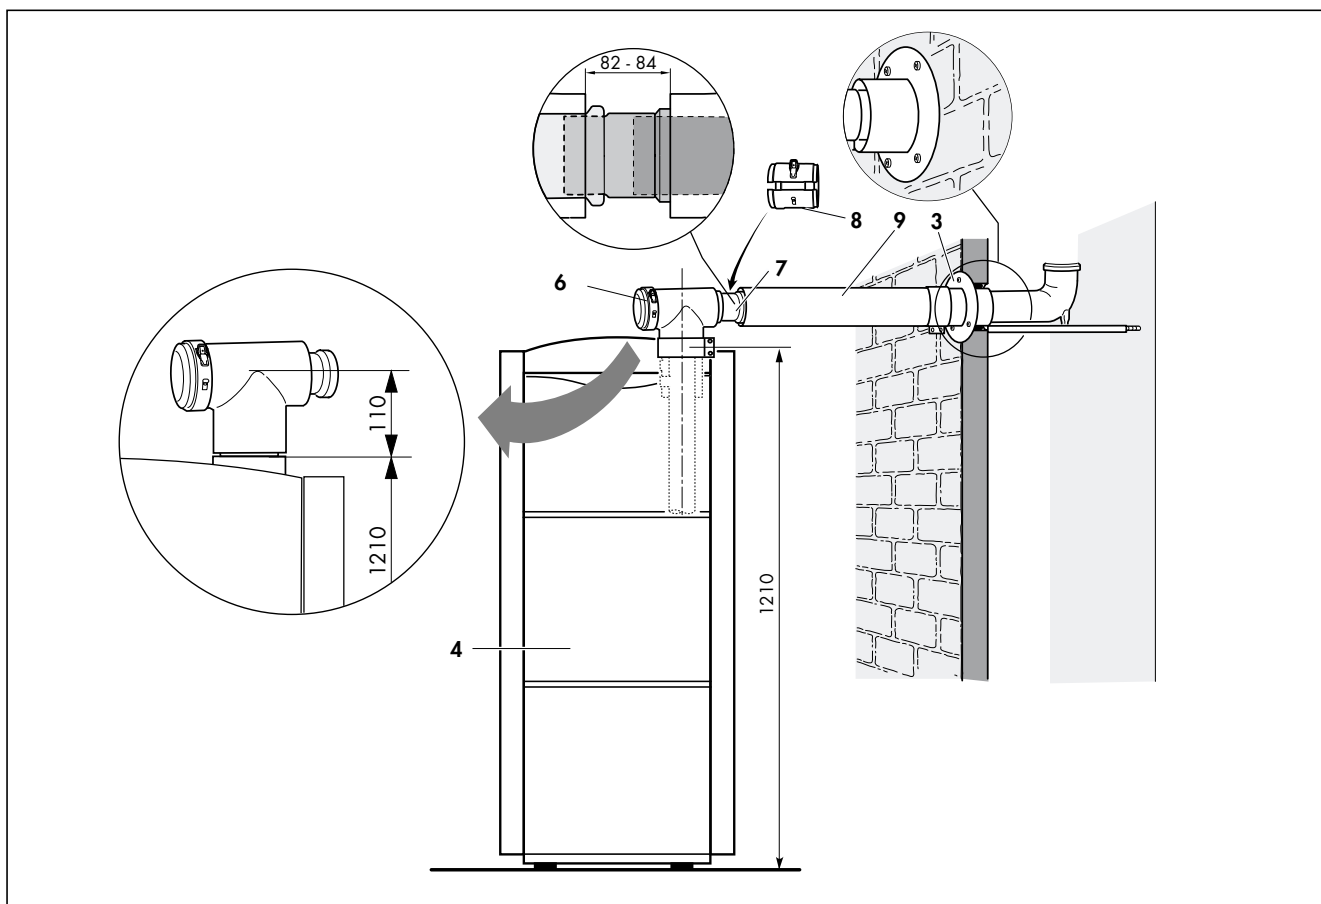

Fig. 6.8: Indirekt installation
- Bestäm placeringen av avgasröret i installationsrummet och ta hål i väggen (måttan finns på fig. 6.8).